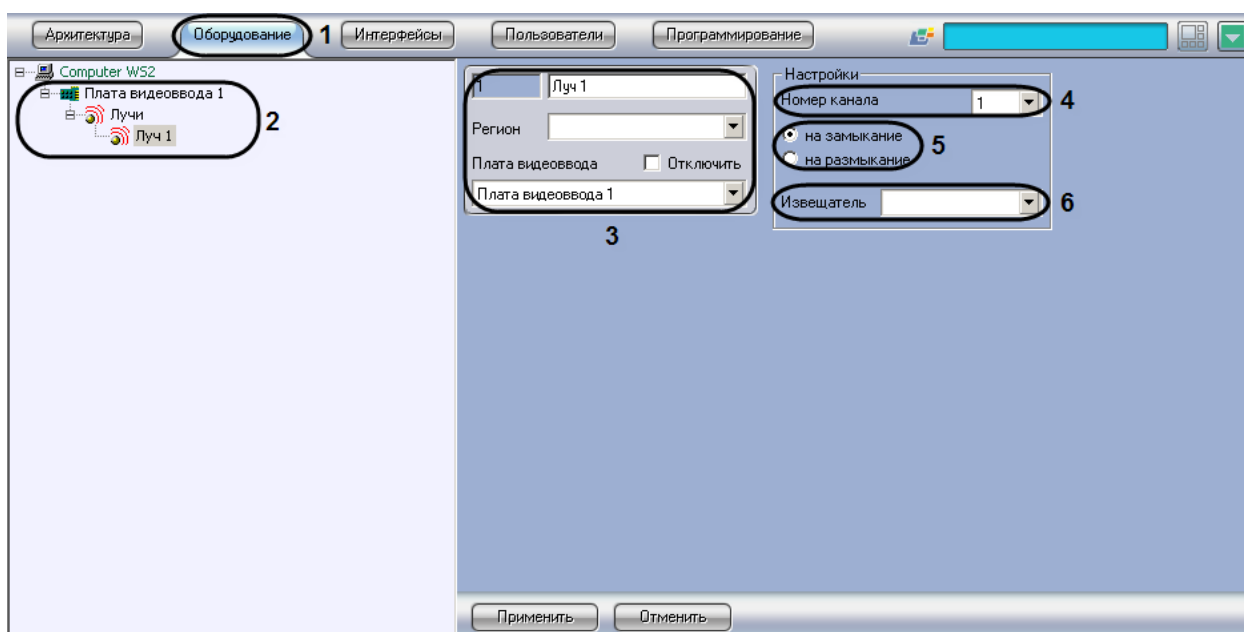

Рис. 3.3—2 Панель настроек объекта «Луч»
1. Необходимо перейти во вкладку «Оборудование» панели настройки ПК «Интеллект» (Рис. 3.3—2, 1).
2. На базе объекта «Плата видеоввода» требуется создать системный объект «Луч» или выбрать соответствующий объект в дереве объектов во вкладке «Оборудование» панели настройки ПК «Интеллект» (Рис. 3.3—2, 2).
3. При создании объекта «Луч» необходимо указать идентификационный номер, название объекта и выбрать объект «Плата видеоввода», на основе которого создается объект «Луч» (см. Рис. 3.3—2, 3).
4. Выбрать номер канала в соответствии с номером выхода разъема, к которому физически подключен луч (датчик) (см. Рис. 3.3—2, 4).
5. В группе переключателей выбрать режим срабатывания луча (датчика): на замыкание или на размыкание. По умолчанию выбран режим «на замыкание» (Рис. 3.3—2, 5).
6. В раскрывающемся списке «Извещатель» выбрать тип исполнительного устройства, используемого на контролируемом объекте в качестве датчика (Рис. 3.3—2, 6).